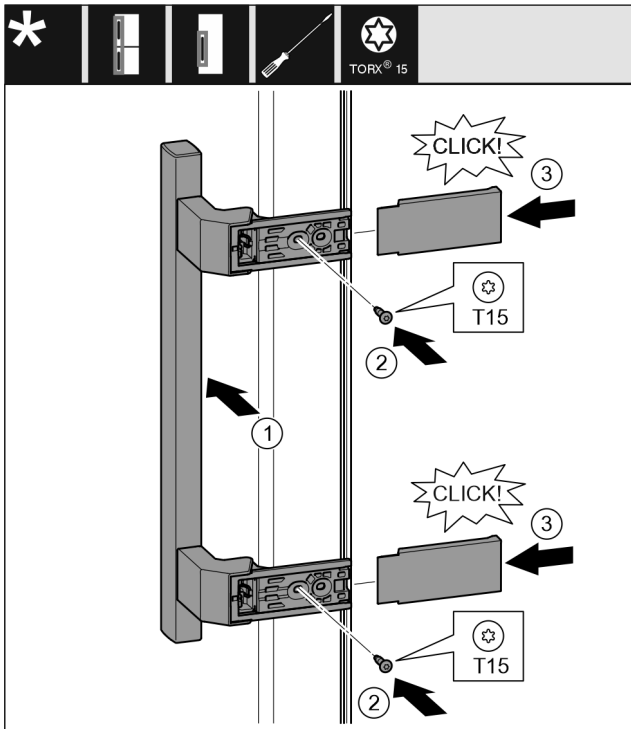

Fig. 20
- Sett på håndtaket på motsatt side. Fig. 20 (1)
- Skru fast skruene med skrutrekkeren T15. Fig. 20 (2)
- Sett dekslene på siden og skyv dem på. Fig. 20 (3)